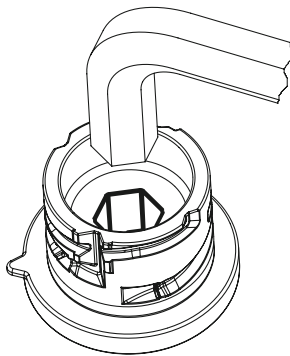

Fig.1
- 1) Enroscar la unión roscada utilizando una llave hexagonal, par de torsión máximo 8 Nm (fig. 1).